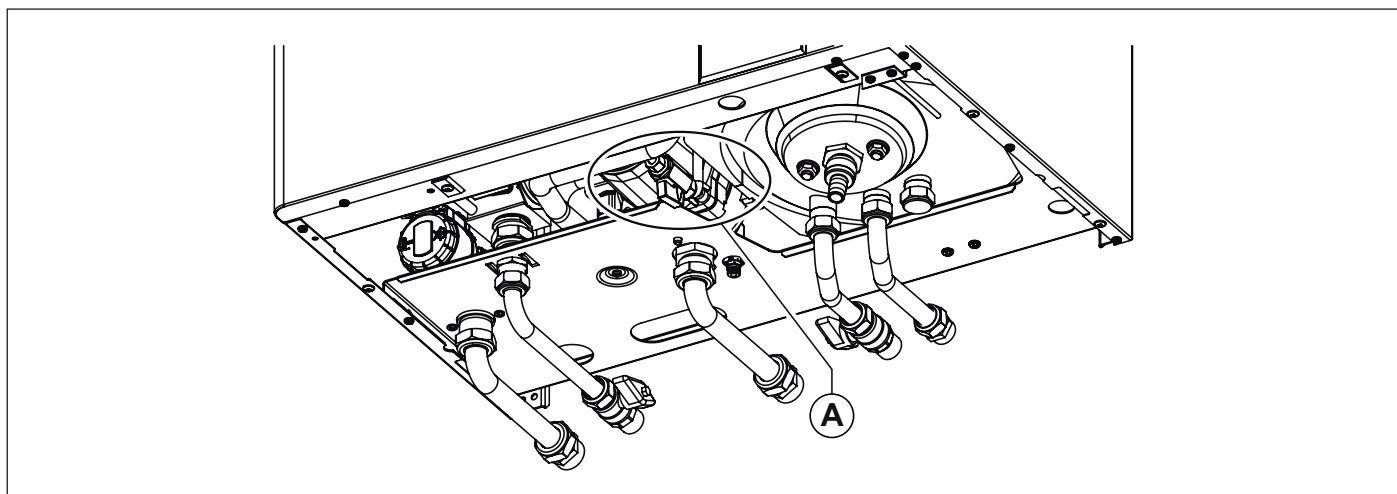

Fig. 2 Robinet de umplere
În cazul în care eroarea **E04** de blocare cauzată de presiune insuficientă în instalație luminează intermitent (semnalând o acțiune a presostatului de apă de siguranță) umpleți instalația acționând asupra robinetului de umplere în Fig. 2 Robinet de umplere. Eroarea **E04** este afișată atunci când presiunea în instalație scade sub valoarea de 0,4 bari și eroarea se resetează automat atunci când presiunea instalației atinge pragul de 1,0 bar. Presiunea în centrala la rece trebuie să atingă $1 \div 1,3$ bar.
- rotiți robinetului de umplere Fig. 2 Robinet de umplere în sens antiorar pentru a permite intrarea apei în centrală;